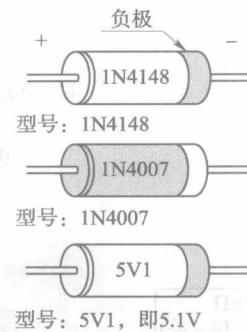

图 1.14 稳压二极管
① 整流二极管：将交流电转换成直流电的二极管称为整流二极管，它是面结合型的功率器件，因结电容大，故工作频率较低。
② 检波二极管：检波二极管是用于把叠加在高频载波上的低频信号检出来的器件，它具有较高的检波效率和良好的频率特性。
③ 开关二极管：用于接通和关断电路的二极管称为开关二极管，它的特点是反向恢复时间短，能满足高频和超高频应用的需要。
④ 稳压二极管：由硅材料制成的面结合型二极管，它是利用 PN 结反向击穿时的电压基本上不随电流的变化而变化的特点稳压的，故称为稳压二极管，如图 1.14 所示。
⑤ 发光二极管：将电信号转换成光信号的二极管。通常由磷砷化镓(GaAsP)、磷化镓(GaP)制成，光的波长(颜色)与材料有关，发光二极管的开启电压和正向导通电压比普通二极管大，正向电压一般为 1.3~2.4 V。
⑥ 光电二极管：通常由硅材料制成，管壳有接收光照的透镜窗口。光电二极管的电流与照度成正比，用于信号检测、光电传感器、电机转速测量等。